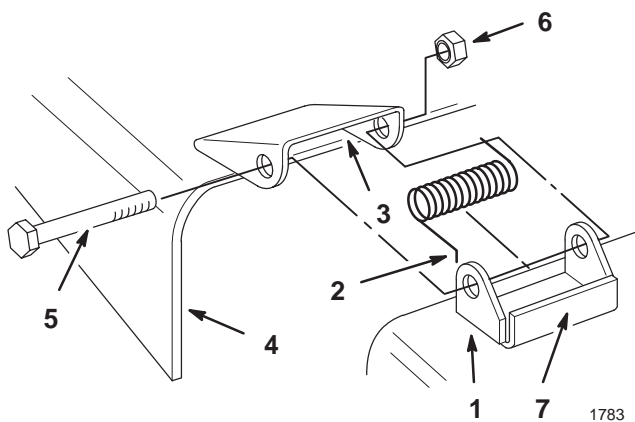

Figure 2
3. Fixez le déflexeur au support à l'aide de 2 boulons (3/8 x 3-1/2 pouces) et de 2 contre-écrous (3/8 pouce) (Fig. 2).
1. Placez les ressorts dans les supports du plateau de coupe, les extrémités crochues étant engagées sur la partie arrière surélevée (Fig. 2).
2. Placez le déflexeur en face des trous des supports, et les extrémités droites des ressorts dans l'espace sous la charnière et au-dessus du déflexeur (Fig. 2).